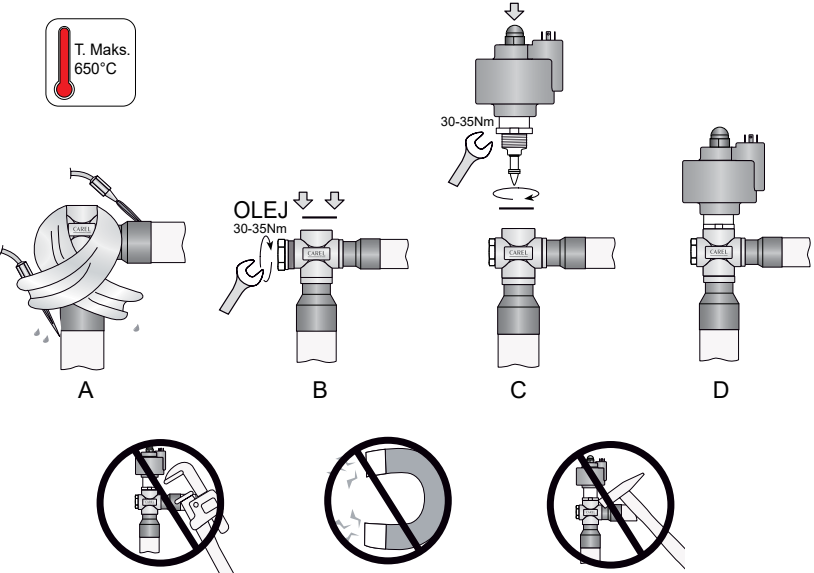

Fig. 2
2. Owinąć moką szmatką wokół korpusu zaworu i zespawać złączki, bez przegrzewania zaworu, kierując płomień na końcówkę złączki zgodnie z Rys. 2 A (w celu osiągnięcia lepszych efektów lutowania, bez wpływu na zgrzew pomiędzy korpusem a złączką, należy użyć stopów o temperaturze topnienia poniżej 650 °C lub o zawartości srebra powyżej 25 %);
3. Po ostygnięciu zaworu przykręcić wzmernik przepływu do specjalnego gniazda gwintowanego w korpusie zaworu (w linii z krzyżakiem) za pomocą klucza imbusowego 27 mm, upewniając się, że o-ring jest prawidłowo zamontowany (OR2081 - średnica wewnętrzna 20,35 mm - grubość materiału 1,78 mm - materiał: neopren) dla zapewnienia hermetycznej szczelności. Wzmernik przykręcić do końcówki gwintu (Rys. 2 B) momentem 30-35 Nm.
4. Włożyć o-ring (OR3112 - średnica wewnętrzna 28,25 mm - grubość 2,62 mm - materiał: neopren), zawarty w zestawie, do odpowiedniego otworu, wciskając go palcem. Sprawdzić prawidłową pozycję o-ringa, upewniając się, że na spodzie gniazda uszczelniającego (Rys. 2 B) jest równomierna przyczepność;
5. Przykręcić stalowy wkład do specjalnego gniazda gwintowanego w korpusie zaworu za pomocą klucza imbusowego 34 mm, upewniając się, że pierścień uszczelniający jest zamontowany w sposób hermetyczny. Dokręcić wkład dociskając pierścień do korpusu zaworu z zalecanym momentem 30-35 Nm (Rys. 2 C). **Ostrzeżenie!** Jeżeli gwintowany drążek całkowicie wyjdzie z wkładu, należy wykonać następujące czynności:
6. Upewnić się, że czerwony stator jest w całości włożony do wkładu z mocno przykręconą czarną nakrętką aż do odkształcenia gumowego pierścienia statora (moment dokręcenia 0,8 Nm). (Rys. 2 D).
2. Wrap a wet rag around the body of the valve and weld the fittings, without overheating the valve, aiming the flame at the end of the fittings as shown in Fig. 2 A (for better braze welding without affecting the seal of the weld between the body and the fittings, use alloys with a melting temperature of less than 650 °C or with a silver content higher than 25 %);
3. When the valve has cooled down, tighten the flow sight glass to the special threaded socket in the valve body (in line with the cross fitting) using a 27 mm Allen key, making sure the O-ring is fitted (OR2081 - inside diameter 20.35 mm - thickness 1.78 mm - material: Neoprene) to ensure hermetic tightness. Tighten the sight glass to the end of the thread (Fig. 2 B), with 30-35 Nm torque.
4. Insert the O-ring (OR3112 - inside diameter 28.25mm - thickness 2.62 mm - material: Neoprene) included in the packaging into the corresponding opening, pressing it in by finger. Check the correct position of the O-ring by making sure there is uniform adhesion on the bottom of the seal seat (Fig. 2 B);
5. Tighten the steel cartridge to the special threaded socket in the valve body using a 34 mm Hex key, making sure the O-ring is fitted to ensure hermetic tightness. Tighten the cartridge by pressing the ring against the valve body with a recommended torque of 30-35 Nm (Fig. 2 C).
6. Make sure that the red stator is fully inserted on the cartridge with the black nut screwed on tightly until deforming the rubber ring on the stator (tightening torque 0.8 Nm). (Fig. 2 D)